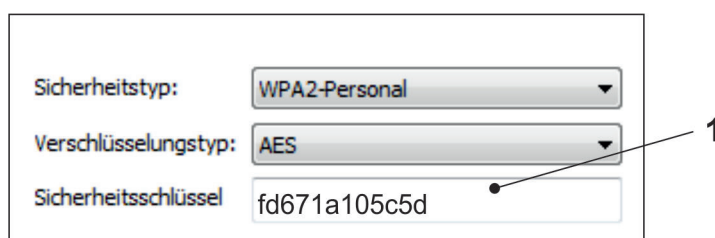

Abb. 29-22 Sicherheitsschlüssel eingeben und verbinden
4. Sicherheitsschlüssel (Passwort) (Auslieferungszustand = PUK; hier fd671a105c5d als Beispiel) (Abb. 29-22 Pos. 1) eingeben und verbinden.